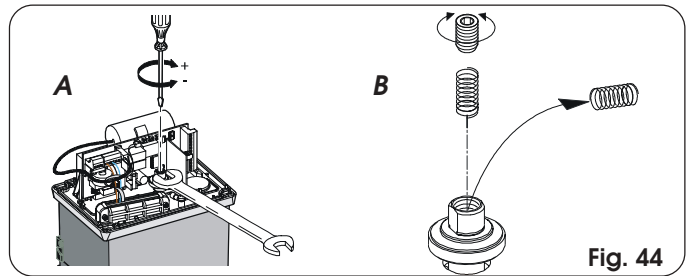

Fig. 44
- 2) Maintenir l'arbre moteur bloqué au moyen d'une clé anglaise et agir sur la vis de réglage de l'embrayage avec une clé pour vis à six pans creux ou un tournevis d'après la Fig. 44 Réf. A. Pour augmenter le couple, tourner la vis dans le sens des aiguilles d'une montre. Pour diminuer le couple, tourner la vis dans le sens inverse des aiguilles d'une montre.
- **L'opérateur est fourni en série avec un ressort de réglage de l'embrayage pour les portails jusqu'à 1000 kg. Pour les portails d'un poids supérieur, utiliser l'autre ressorts fourni. Pour remplacer le ressort, agir d'après la Fig. 44 Réf. B.**